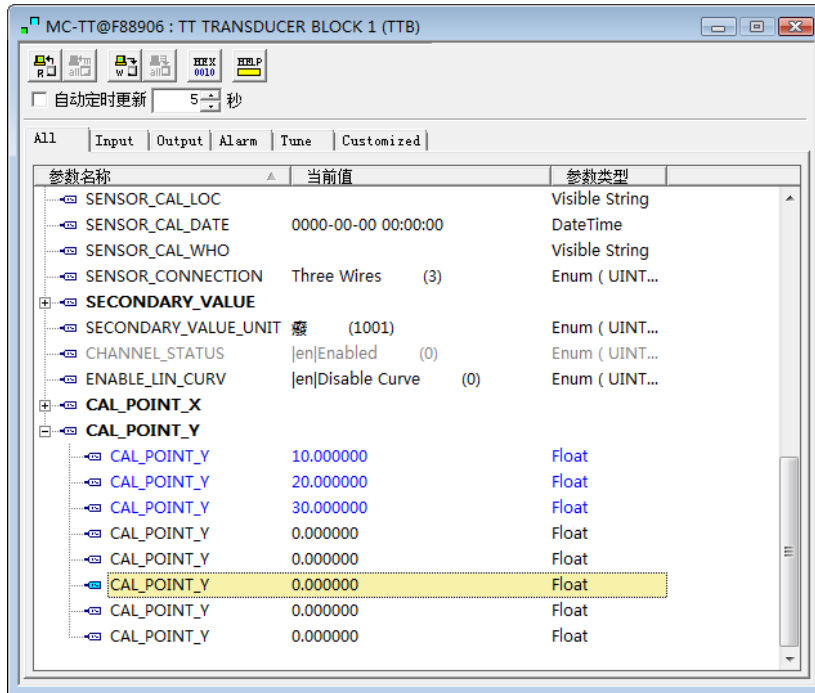

图 5.4 CAL\_POINT\_Y 的配置
- 1) 智能温度变送器提供 8 个校正点输入，即变换块的参数 CAL\_POINT\_Y 数组，用户可以依次将要校准的输出值写入数组并选择好单位。例如，在进行三点插值校准时，用户可选择 10，20，30 作为校准点，将这三个值依次写在 CAL\_POINT\_Y 数组里，如图 5.4 所示。